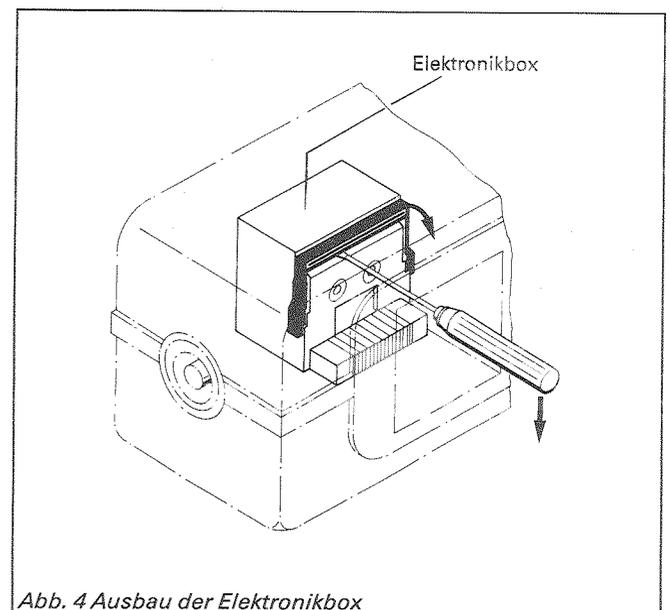

Abb. 4 Ausbau der Elektronikbox
4. Griff der Elektronikbox nach vorn kippen (Abb. 4).